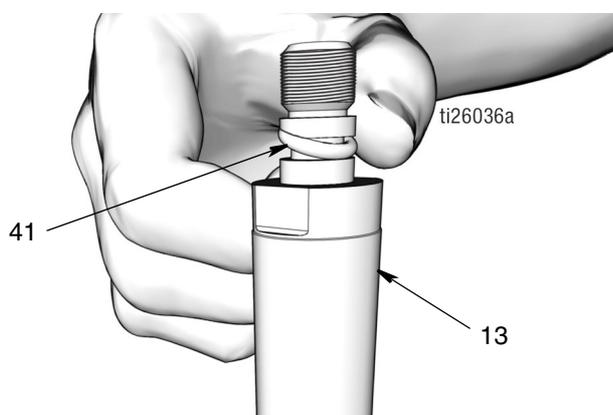

FIG. 49
- Utiliser un chiffon propre pour essuyer la tige de piston (13) et le piston (6) et supprimer toute saleté ou tout contaminant. Examiner les surfaces et rechercher d'éventuels rayures ou dégâts. Remplacer les pièces endommagées.
- Appliquer une mince couche de graisse sur le joint torique (41). Monter le joint torique sur les gorges de la tige de piston (13) (FIG. 49).